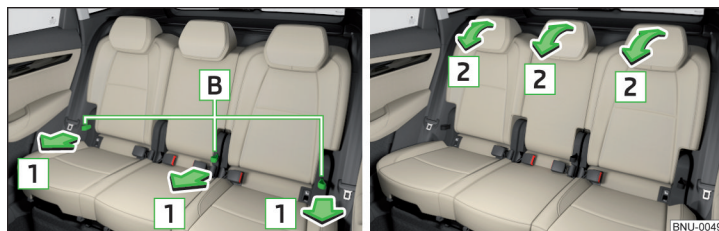

Fig. 85 Ajustar la inclinación del respaldo
- Tirar el lazo **B** en el sentido de la flecha **1** » fig. 85 y presionar los respaldos en el sentido de la flecha **2**. El enclavamiento debe encajar de forma audible.